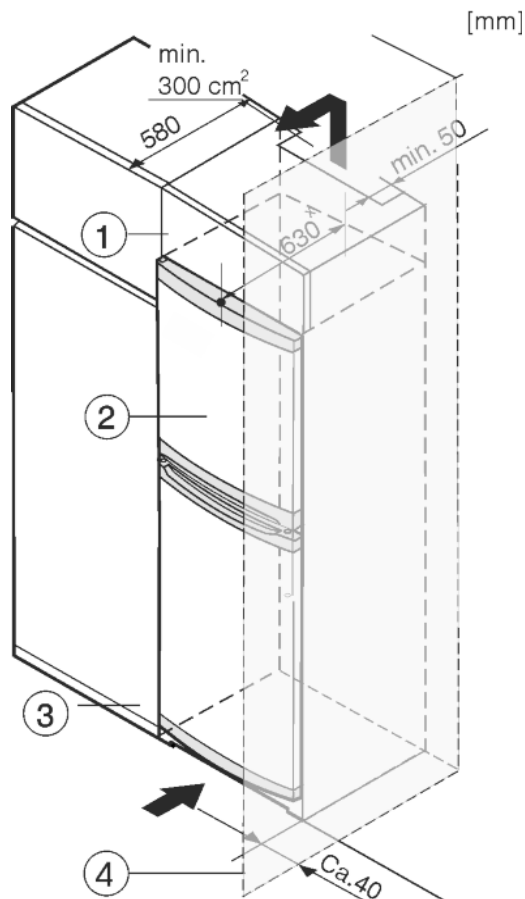

Fig. 8
- (1) Opbouwkast
- (2) Apparaat
- (3) Keukenkast
- (4) Wand
Het apparaat kan in keukenkasten worden ingebouwd. Om het apparaat Fig. 8 (2) aan de hoogte van het keukenblok aan te passen, kan boven het apparaat een opzetkast Fig. 8 (1) worden aangebracht.
Bij een ombouw met keukenkasten (diepte max. 580 mm) kan het apparaat direct naast de keukenkast Fig. 8 (3) worden geplaatst. Het apparaat steekt aan de zijkant 34 mm * en in het midden 50 mm * uit ten opzichte van het keukenkastfront.
Plaats u het apparaat met de scharnierkant naast een muur Fig. 8 (4), dan moet de afstand tussen apparaat en muur minstens 40 mm bedragen. Dit in verband met het uitsteken van de deurgreep bij een geopende deur.